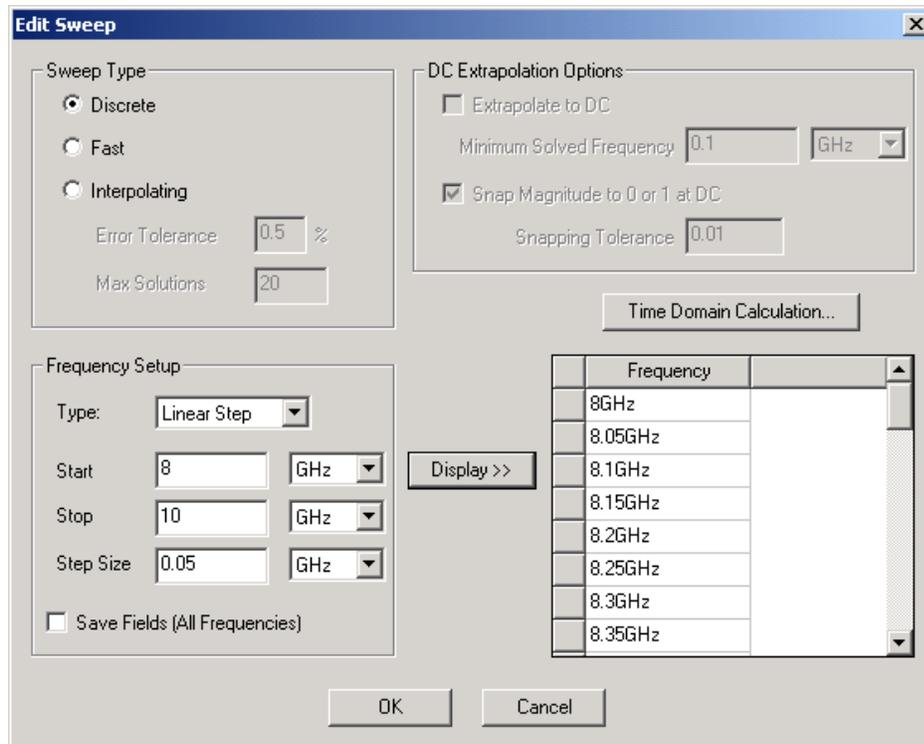

Рис. 7.34. Установка диапазона и режима изменения частот решения
5. Задайте следующий диапазон частот: **Start 8 GHz, Stop 10 GHz, Step Size 0.05 GHz**. HFSS решит задачу в каждой частотной точке на каждом шаге в указанном частотном диапазоне, включая начальную и конечную точку частот (рис. 7.34).